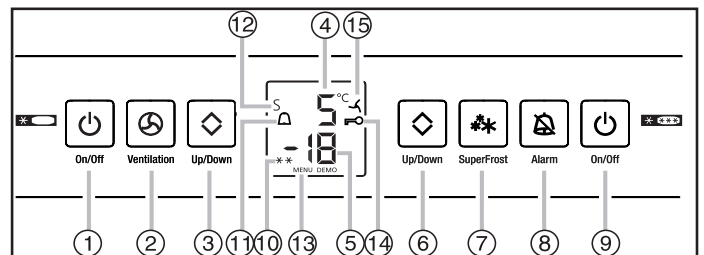

Fig. 11
- ▶ Nacisnąć przycisk On/Off zamrażalnika – rys. 11 (9) – i przytrzymać go przez co najmniej 3 s.
- ▶ Nacisnąć przycisk On/Off chłodziarki – rys. 11 (1) – i przytrzymać go przez co najmniej 3 s.